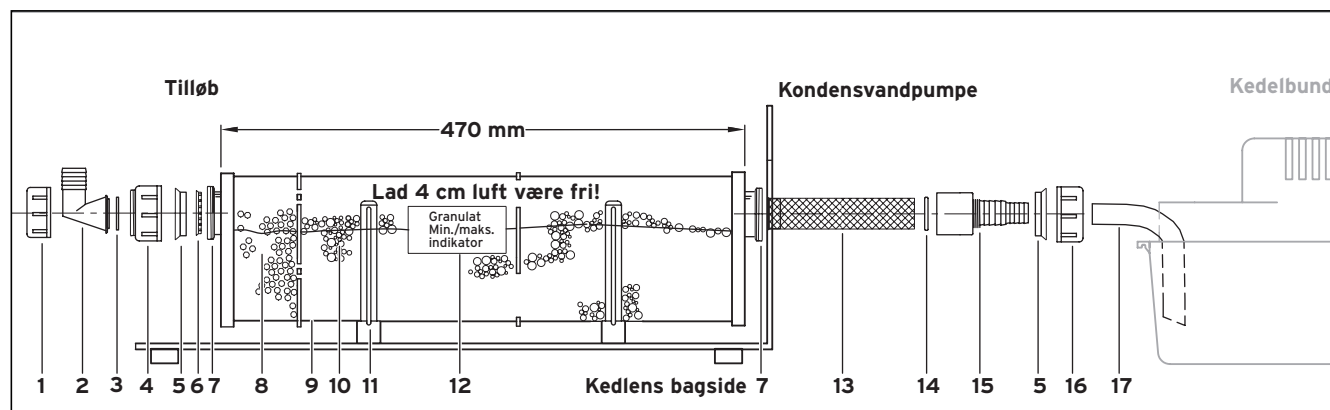

Fig. 3.1 Opbygning Olieneutralisationsanordning
- Fyld aktivkullet i den vedlagte aktivkulpakning i aktivkul-forfilteret ((8), fig. 3.1).
- Monter olieneutralisationsanordningen iht. fig. 3.1.
- Placer olieneutralisationsanordningen ((18), fig. 3.1) forneden til venstre i kabinettet.
Hvis der ikke er tilstrækkeligt fald, kan Vaillant kondensvandspumpen (art.nr. 301 368) som vist på fig. 3.1 tilsluttes direkte til olieneutralisationsanordningens udgang. Kondensvandspumpen skal monteres uden for den kondenserende kedel.
- Tilslut tyllen (90°-bøjning) ((2), fig. 3.1) på olieneutralisationsanordningen til kondensvandafløbet på den kondenserende kedel.
- Tilslut tyllen (lige) ((15), fig. 3.1) til husets afløb.
- Kontrollér påfyldningsniveauet. Hvis granulatspejlet ligger under maksimum-indikatoren ((12), rød etiket, fig. 3.1), skal der påfyldes granulat (se afsnit 6.2).
Udskift aktivkullet i forfilteret ((8), fig. 3.1), en gang om året, da der ikke må komme kulbrinter i spildevandet.
- Løsn slangerne fra tyllerne ((2), (15), fig. 3.1) på olieneutralisationsanordningen.
- Løsn alle skrueforbindelser ind til tilslutninggevindene ((7), fig. 3.1) på olieneutralisationsanordningen.
Fyld ikke filterhuset helt op. I det vandret monterede filterhus skal der være mindst 4 cm luftrum over granulatet og aktivkullet. For at undgå tilstoppelse må til- og afløbsåbningerne ikke være helt dækket med granulat/aktivkul. Kontrollér, at indstikssien((6), fig. 3.1) og rørfilteret ((13), fig. 3.1) ikke er snavsede. I givet fald skal disse rengøres.